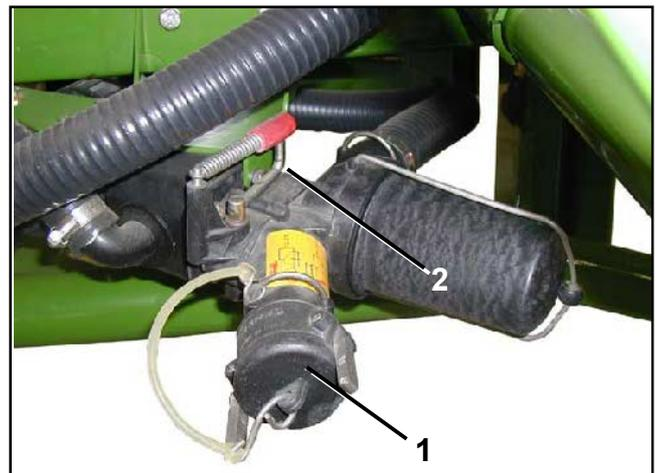

Fig. 10.5
- Positionnez la manette (fig. 10.5/2) à la vanne-filtre sur la position "Füllen" (Remplissage).